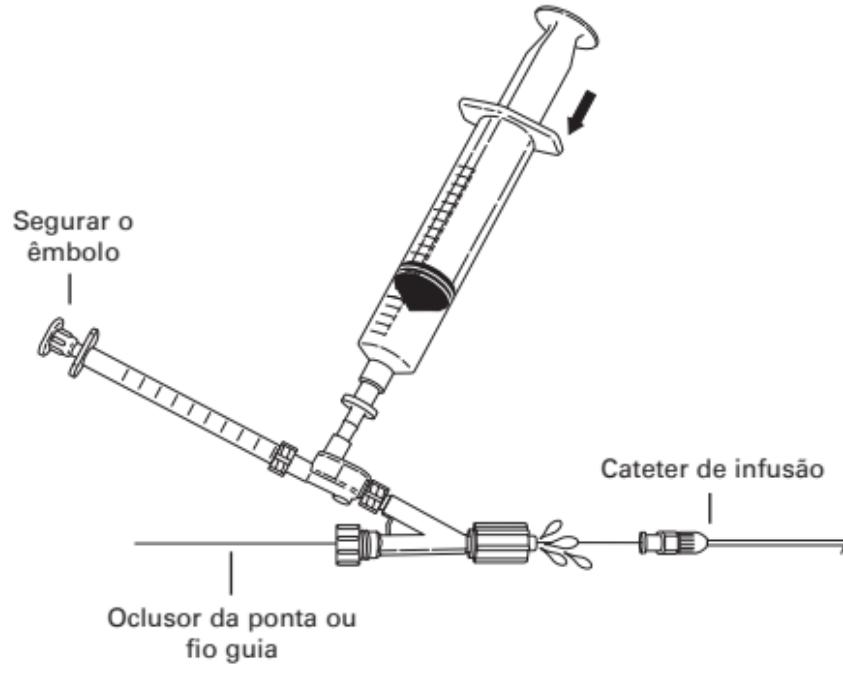

Fig. 5
7. Para adaptar a válvula de segurança unidireccional dupla e o adaptador Tuohy-Borst ao cateter de infusão, desaperte a válvula Tuohy-Borst e faça deslizar o conjunto sobre o oclusor da ponta. Antes de adaptar o conjunto ao cateter, mantenha o êmbolo da seringa de 1 ml imobilizado e pressione o êmbolo da seringa de 20 ml, certificando-se de que todo o ar é purgado do conjunto. Deixe um pouco de solução no encaixe Luer-Lock do adaptador Tuohy-Borst antes da ligação ao cateter de infusão. (Fig. 5)